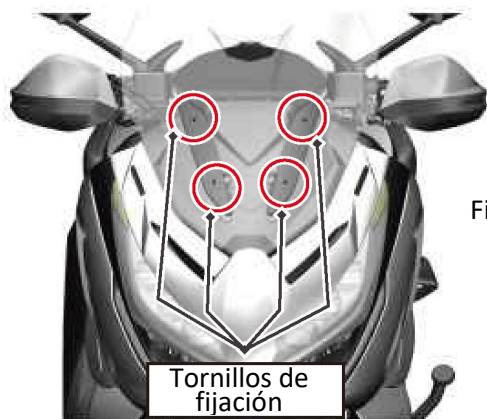

Figura 1
1. Eleve el parabrisas a su posición más alta, desconecte el vehículo y retire el parabrisas (la Figura 1 muestra los tornillos de fijación).